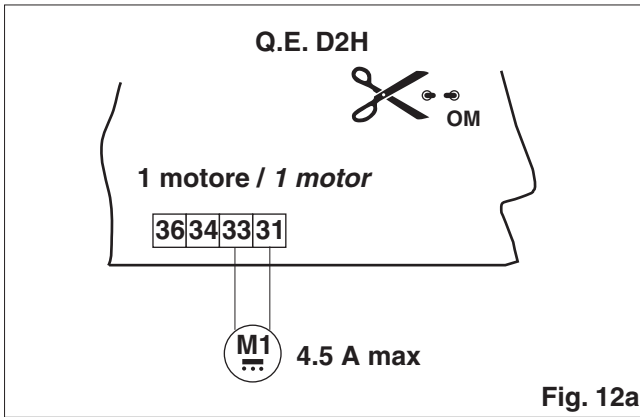
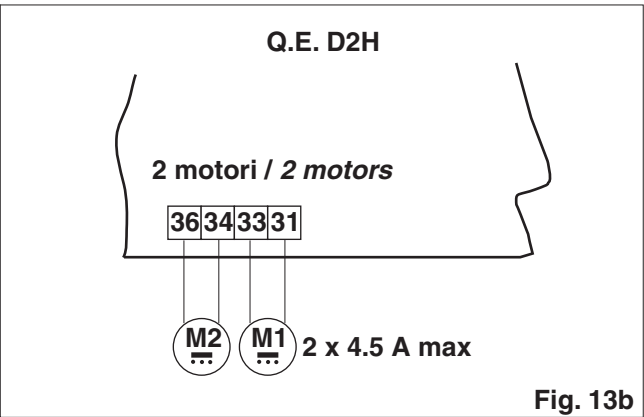

Fig. 12a
Fig. 13b
4.2 Collegare il motoriduttore ARC BH come indicato in fig. 12a, 12c (1 anta) o in fig. 13b, 13d (2 ante). Per invertire il senso di rotazione scambiare le fasi dei motori (36 con 34 e/o 33 con 31).